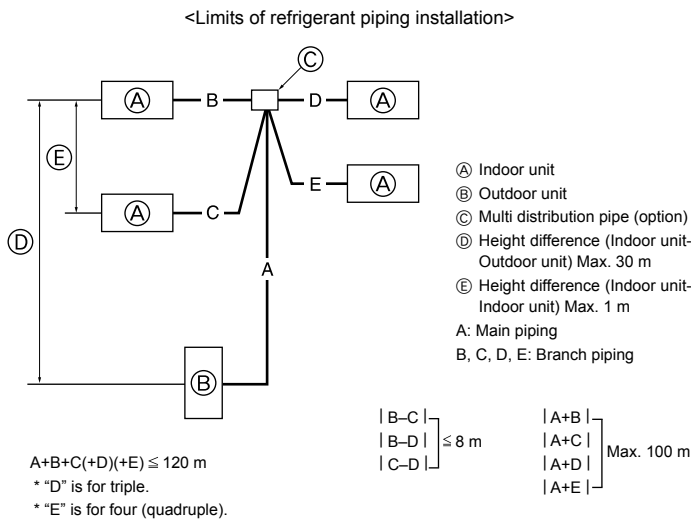

Fig. 4-9
4.8. For twin/triple/quadruple combination (Fig. 4-9)